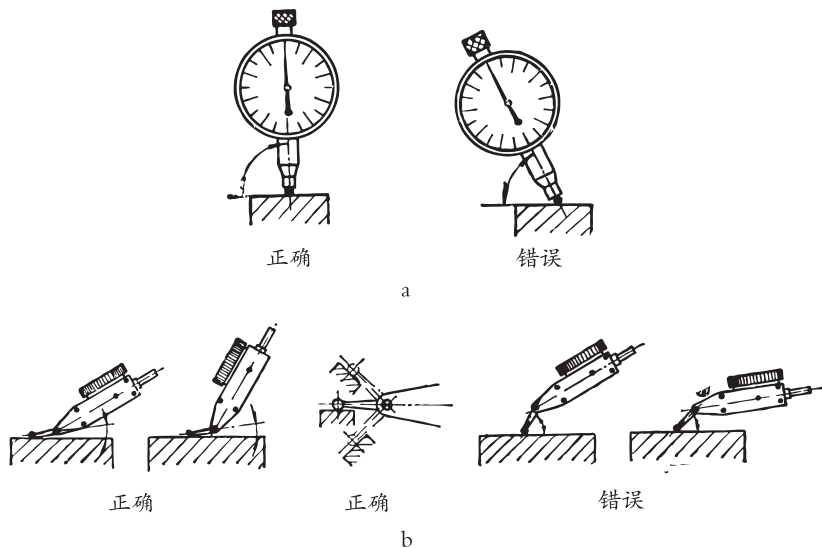

图2-36 百分表的测量杆与被测表面的位置正误图
7) 测量杆与工件被测表面应有正确的相对位置。钟表式百分表的测量杆，应垂直于被测表面。杠杆式百分表的测量杆轴线，最好平行于被测表面，如需要倾斜角度时，倾斜的角度越小测量越精确（见图2-36）。